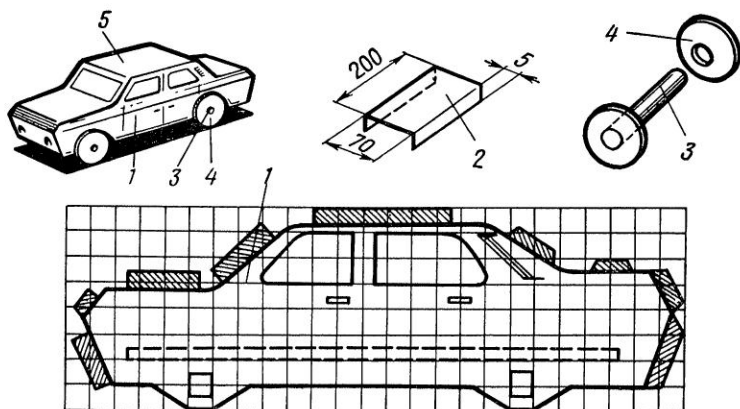

Рис. 29. Самоходная модель легкового автомобиля
**Самоходную модель легковой автомашины** (рис. 29) с резиномотором изготавливают из картона. Боковые стенки кузова (1) имеют довольно сложные для начинающих моделистов контурные очертания, поэтому эти детали лучше вырезать по готовому шаблону или по клеткам.